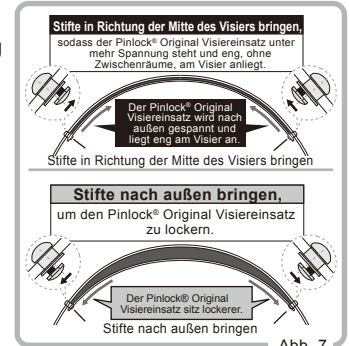

Abb. 7
- 2 Verstellen Sie die Position der Stifte, indem Sie diese mit einem entsprechenden Werkzeug drehen. (Abb. 7)